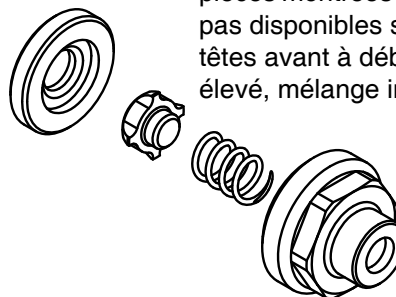

FIG. 18
12. Installer le clapet anti-retour (812) et le nouveau ressort (813) dans le siège, puis installer le chapeau (806). Voir la FIG. 18 pour l'orientation des pièces.
8. Installer le clapet anti-retour (812) et le ressort (813) dans le siège, puis installer le chapeau (806). Voir la FIG. 18 pour l'orientation des pièces.